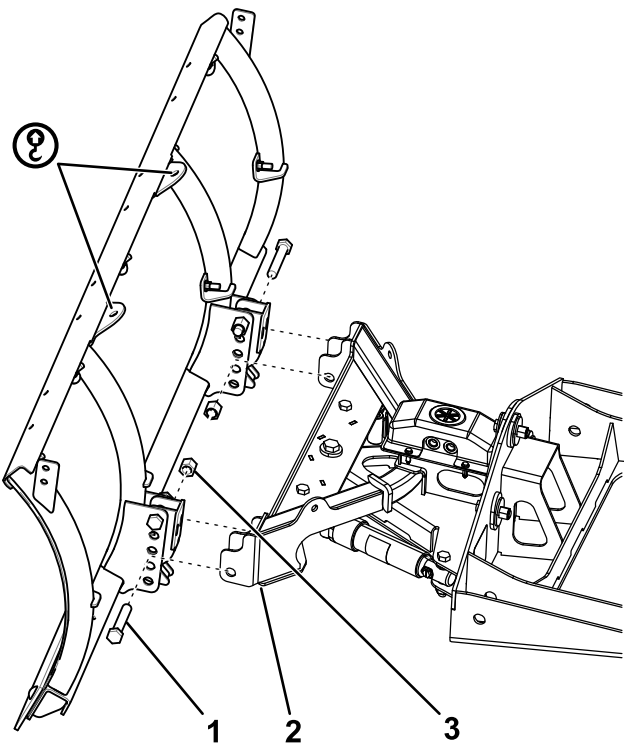

Bild 11
2. Befestigen Sie den Schubrahmen mit 2 Schrauben (5/8") und Muttern handfest am Schneepflug und an den Befestigungshalterungen (Bild 11).